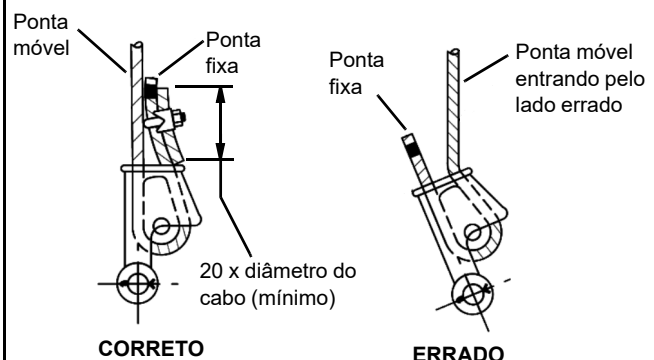

FIGURA 3-2
3. Certifique-se de que a extremidade móvel do cabo (Figura 3-2) fique diretamente alinhada às orelhas do terminal e ao sentido da tração a que o cabo será submetido. Se o cabo for incorretamente introduzido no terminal, sujeito a carga, o cabo irá dobrar à medida que abandonar o terminal e o bordo do terminal irá desgastar-se, causando danos no cabo e uma eventual falha.
4. Insira a extremidade do cabo de aço no terminal, forme um laço no cabo e passe-o de volta através do terminal deixando que a ponta fixa (Figura 3-2) sobressaia do terminal. Verifique se a ponta fixa do cabo tenha comprimento suficiente para que seja possível aplicar o tratamento da extremidade à ponta fixa após a cunha ter sido assentada.